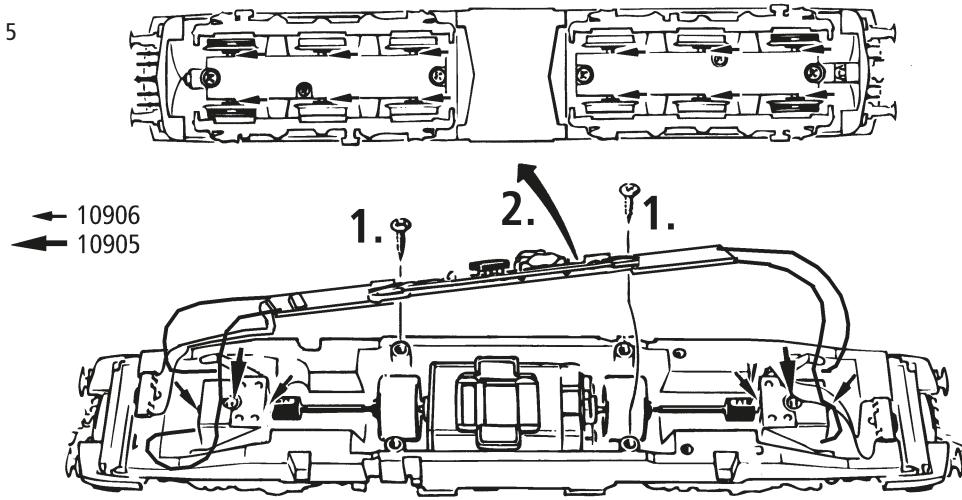
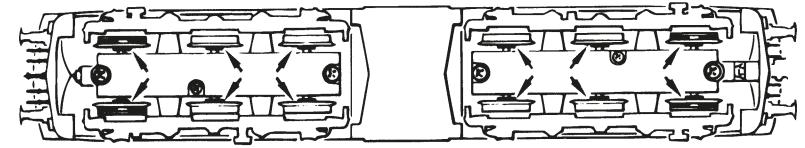

Fig. 6
Fig. 7
**3. Échange des bandages d'adhérence:** Démontez d'abord le **couvercle du carter** des en-grenages (fig. 6). Délogez ensuite les essieux ban-dagées et enlevez, à l'aide d'une aiguille ou d'un tourne-vis fin, les bandages d'adhérence (fig. 7). Lors du montage des nouveaux bandages veuillez veiller à ce que les bandages **ne soient pas tor-dues**.